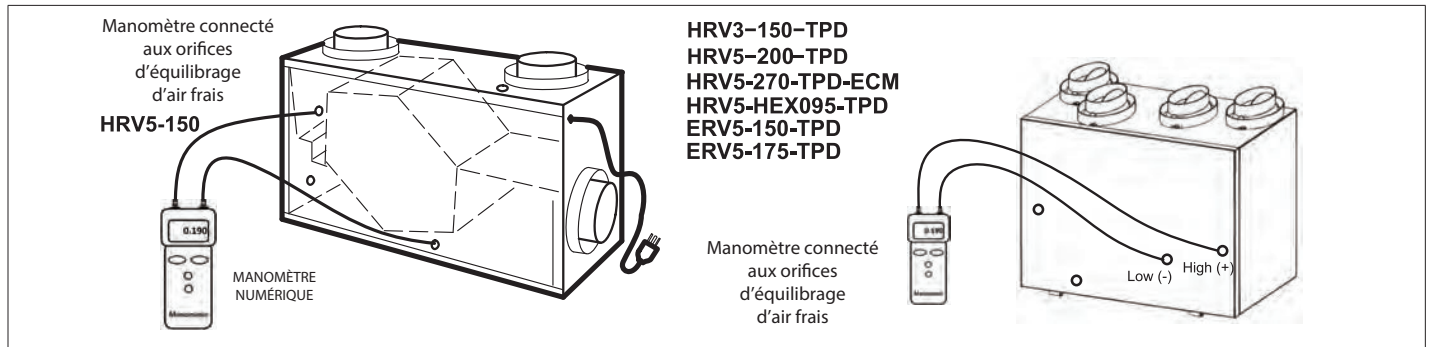

Figure 51. Orifices d'équilibrage - Air frais
6. Mesure de l'air frais. Insérer les deux raccords en caoutchouc du manomètre dans les orifices d'équilibrage d'air frais (voir Figure 51 à la page 40). Étanchéifier les orifices d'équilibrage d'air vicié (en haut à droite et en bas à gauche) avec du ruban adhésif. Noter la valeur.